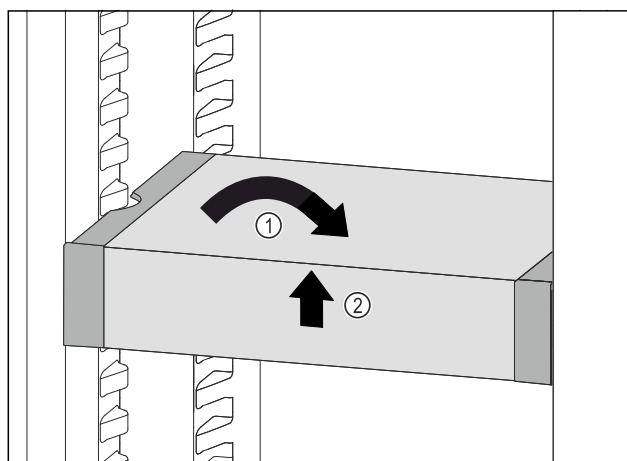

Fig. 140
- Placer VarioSafe lige Fig. 140 (1)
- Løft VarioSafe op foran Fig. 140 (2)